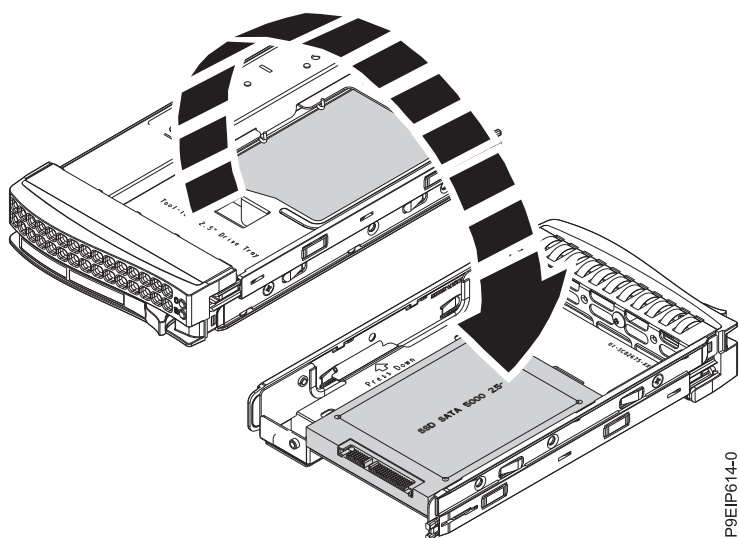

Figura 3. Virando a bandeja de 2,5 polegadas de cabeça para baixo
- a. Vire a bandeja de cabeça para baixo conforme mostrado na Figura 3.